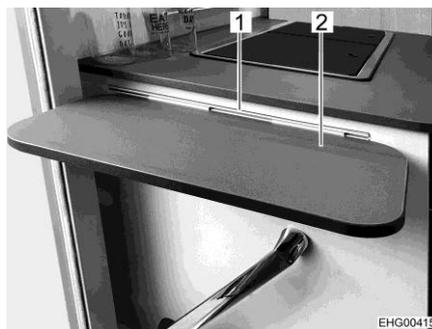

Fig. 12 Extensión de encimera
- ▶ En caso de accidente o de frenada de emergencia, la extensión de encimera puede herir a los ocupantes del vehículo. Antes de comenzar el viaje, desenganchar la extensión de encimera (Fig. 12,2) del riel (Fig. 12,1) y guardarla de modo seguro.